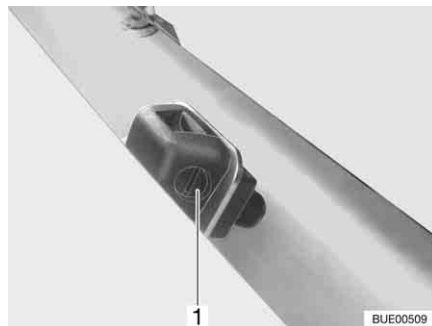

Fig. 40 Gicleur lave-glace
- Avec un tournevis adéquat, tourner la vis de réglage (Fig. 40,1), jusqu'à obtenir la position souhaitée.